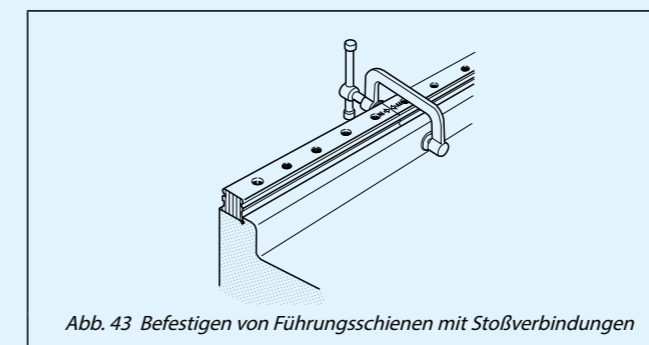

Abb. 43 Befestigen von Führungsschienen mit Stoßverbindungen
- Die Bezugsmontageflächen der Führungsschienen und des Gestells ausrichten. Danach mithilfe einer kleinen Schraubzwinde o. ä. die Bezugsmontageflächen von Führungsschiene und Gestell aneinanderdrücken, so dass die Schienen fugenfrei aneinander stoßen. (Siehe Abb. 43)